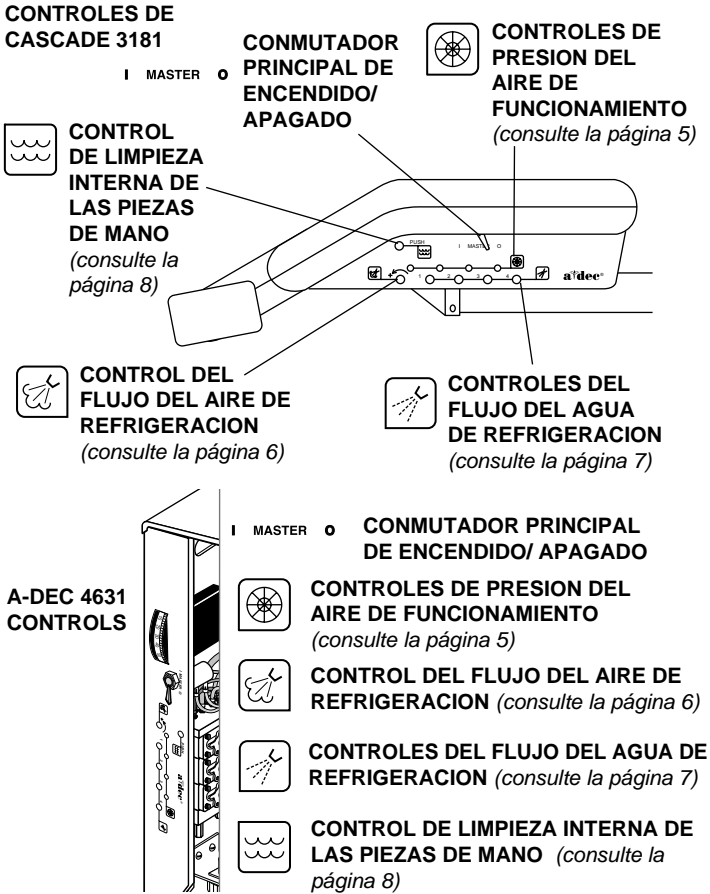

Figura 3. Controles de las piezas de mano
- I MASTER ○ El **conmutador principal de encendido/apagado** (véase la figura 3) activa o desactiva el aire, el agua y la electricidad del sistema.
Los controles de la presión del aire de funcionamiento (véase la figura 3 en la página 3) se utilizan para ajustar la presión del aire de funcionamiento en cada pieza de mano.
El control del flujo del aire de refrigeración (véase la figura 3 de la página 3) se utiliza para ajustar el flujo del aire de refrigeración en todas las piezas de mano.
2. Localice el control del aire de refrigeración (véase la figura 3 de la página 3).
Los controles del flujo del agua de refrigeración se utilizan para ajustar el flujo del agua de refrigeración de todas las piezas de mano (véase la figura 3 de la página 3).
2. Localice los controles del flujo del agua de refrigeración (véase la figura 3 de la página 3).